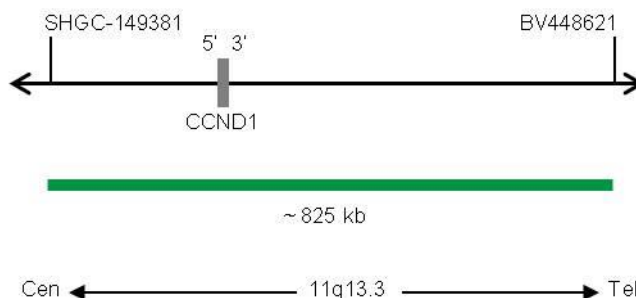

Fig. 1: SPEC CCND1 Mapa da sonda (sem escala)
- Polinucleótidos (~10 ng/μl l) com marcação ZyGreen (excitação 503 nm/emissão 528 nm), dirigidos ao mapeamento de sequências alvo em 11q13.3* (chr11:69,203,885-70,031,240) contendo o gene CCND1 (ver Fig. 1).